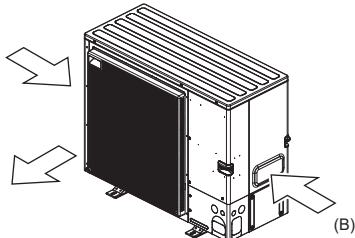

Fig. 2-6
- (3) Coloque la unidad de manera que la salida de aire sopla en dirección perpendicular a la dirección estacional del viento, si la conoce. (Fig. 2-6)